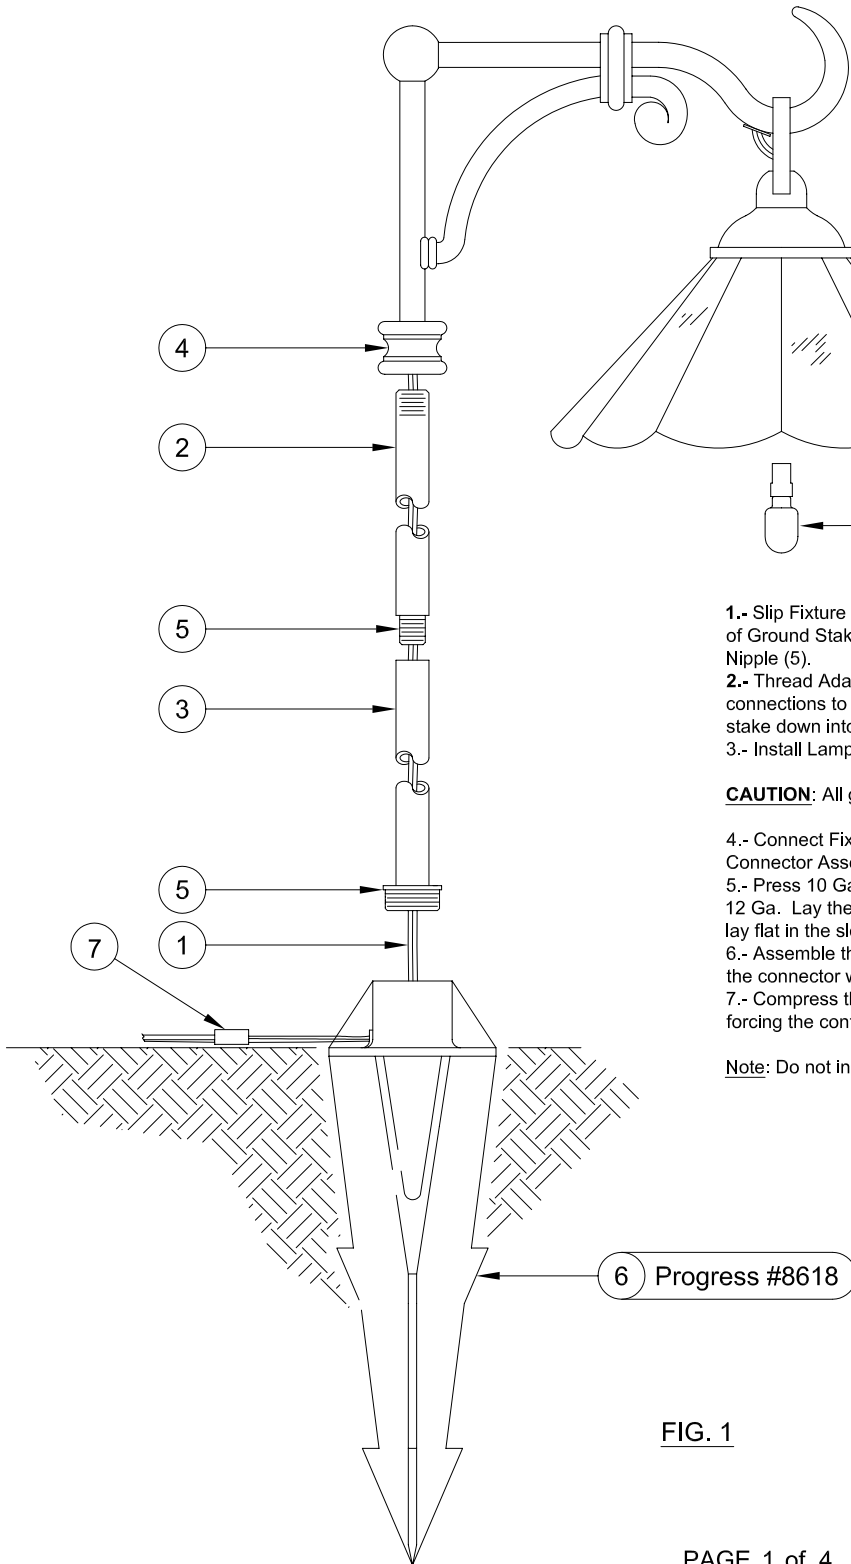

FIG. 1
- 1.- Slip Fixture Wires (1) through Stem (2), Stem (3) and down through top opening of Ground Stake (6). Thread Stem (2) into coupling (4). Thread Stem (3) onto Nipple (5).
- 2.- Thread Adapter (5) firmly down into Progress 8618 Ground Stake (5) and make connections to supply wires using Wire Connector (7) as shown (Figure 1). Push stake down into ground until top of stake is even with grade (Figure 1).
- 3.- Install Lamp (14) 12 volt, 18 watt wedge base (T-5, #921).
1.- Deslice los alambres del aparato de luz (1) por el vástago (2), el vástago (3) y hacia abajo por la abertura más alta en la estaca (6). Enrosque el vástago (2) en el acoplamiento (4). Enrosque el vástago (3) en la boquilla roscada (5).
2.- Enrosque firmemente el adaptador (4) en la estaca a tierra Progress 8618 (5) y haga las conexiones de los alambres de suministro usando el conector de alambres (6) como se muestra (Fig. 1). Empuje la estaca hacia abajo en el terreno hasta que la parte superior de la estaca quede al ras del suelo (Figura 1).
3.- Instale una bombilla (14) de 12 voltios, con un casquillo en cuña a de 18 vatios (T-5, #921).
1.- Faites glisser les fils du dispositif d'éclairage (1) par la tige (2), la tige (3) et vers le bas par l'ouverture la plus haute du pieu (6). Vissez la tige (2) dans le couplage (4). Vissez bien la tige (3) dans la bague fileté (5).
2.- Vissez bien l'adaptateur (4) sur un pieu Progress 8618 (5) et effectuez les connexions aux fils d'alimentation à l'aide le raccord (6) selon le diagramme (Figure 1). Enfoncez le pieu dans la terre jusqu'à ce que le dessus du pieu reste au ras du sol (Figure 1).
3.- Installez une lampe (14) de 12 volts, à culot en forme de coin de 18 watts (T-5, #921).